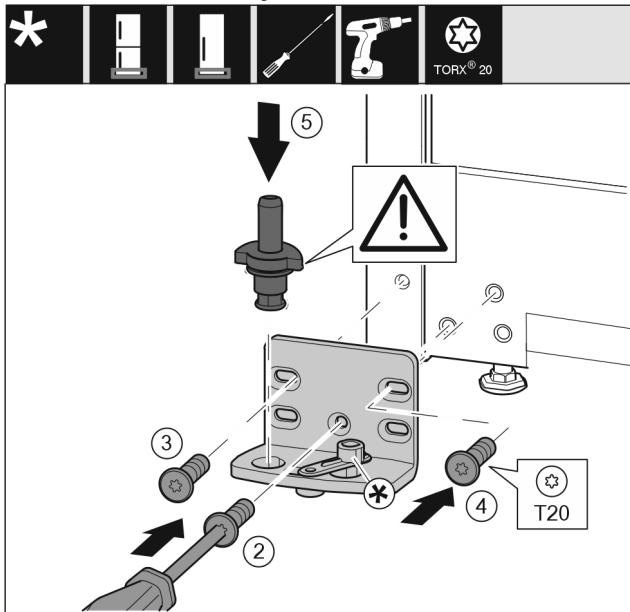

Fig. 13
- ▶ Lagerbock auf der anderen Seite ansetzen und mit Hilfe eines Schraubendrehers T20 anschrauben. Mit Schraube 2 unten in der Mitte beginnen. Fig. 13 (2)
- ▶ Schraube 3 und 4 festschrauben. Fig. 13 (3,4)
- ▶ Lagerbolzen komplett einsetzen. Dabei darauf achten, dass der Rastnocken nach hinten zeigt. Fig. 13 (5)